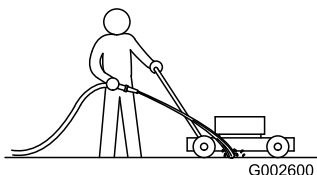

Figura 37
3. Con el motor en marcha y la cuchilla engranada, dirija un chorro de agua por delante de la rueda trasera **derecha** (Figura 37).